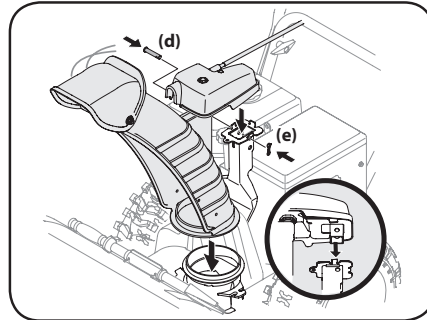

Figura 2-40
3. Coloque el canal sobre la base del canal y asegúrese de que la varilla de control del canal se encuentre debajo del panel de la manija. Sujete el cabezal de control del canal a la ménsula de soporte del canal con el pasador de horquilla (d) y el pasador de chaveta con unión curva (e) que extrajo en el Paso 1. Consulte Figura 2-40.